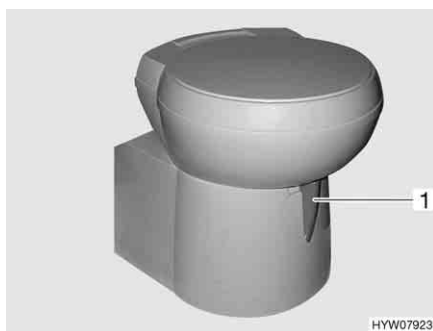

Fig. 85 Tazza del WC Thetford, orientabile
- Prima di tirare l'acqua, aprire il cursore della toilette Thetford. A tal fine girare la leva del cursore (Fig. 85,1) in senso antiorario.